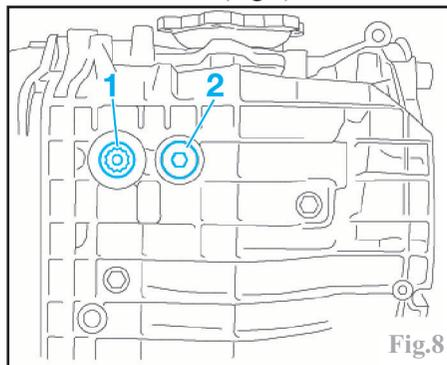

Fig.8
Déposer le bouchon de vidange (1) et laisser s'écouler l'huile (Fig.8).